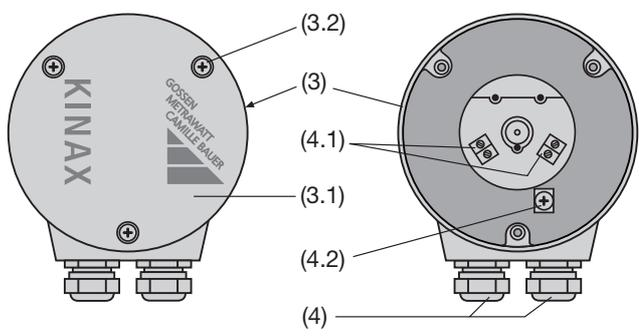

Fig. 9. Partie arrière (3) avec bornes (4.1) et (4.2) et presse-étoupes (4).
Les variantes avec **bornes à vis** directement montées dans le convertisseur et avec **presse-étoupes** comportent 4 bornes à vis (4.1) et 1 borne de mise à terre (4.2) placées dans le capot arrière (3), voir Fig. 9. Ces bornes à vis sont prévues pour une section des fils de max. 1,5 mm2, elles deviennent accessibles en enlevant le couvercle (3.1).
... avec **bornes à vis** et **presse-étoupes** dévisser les 3 vis (3.2) et enlever le couvercle (3.1), (Fig. 9, à gauche).
... avec **bornes à vis** et **presse-étoupes** dévisser les 3 vis (3.2) et enlever le couvercle (3.1) (Fig. 9, à gauche).